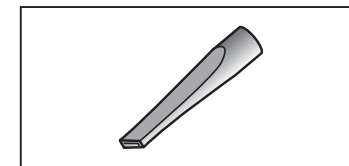

Fig. 11
LANCE (Fig. 11)
- Vider le réservoir de récupération (G).
- Monter la lance (Fig.11) sur le tube flexible.
- Vider le réservoir de récupération (G) et répéter l'opération s'il y a lieu.